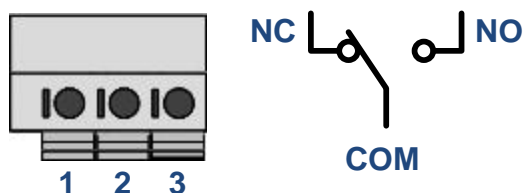

Рис. 3 Конфигурация контактов.
2. Подключение к охранной сигнализации осуществляется через «сухой контакт» (конфигурация, см. рис. 3). При срабатывании «тревожной кнопки» (если активирован режим «не отключаемая задержка») работа темпокасы блокируется на 30 минут, при этом обеспечивается замыкание/размыкание «сухого контакта» длительностью 1 секунда. При любом экстренном отключении электропитания, во время блокировки, после его возобновления, устройство также замыкает/размыкает соответствующие контакты, возобновляя режим блокировки.